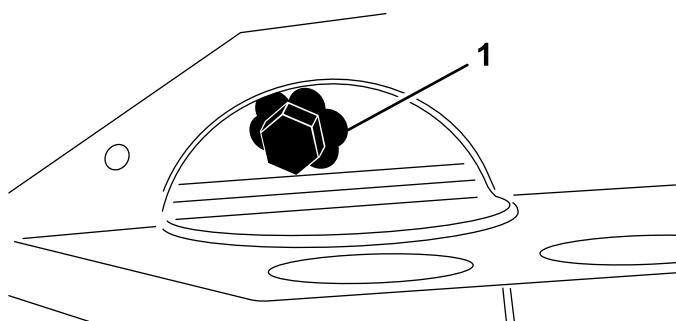

Figura 45
2. Retire el tapón de vaciado (Figura 45) y deje fluir el aceite a un recipiente apropiado.